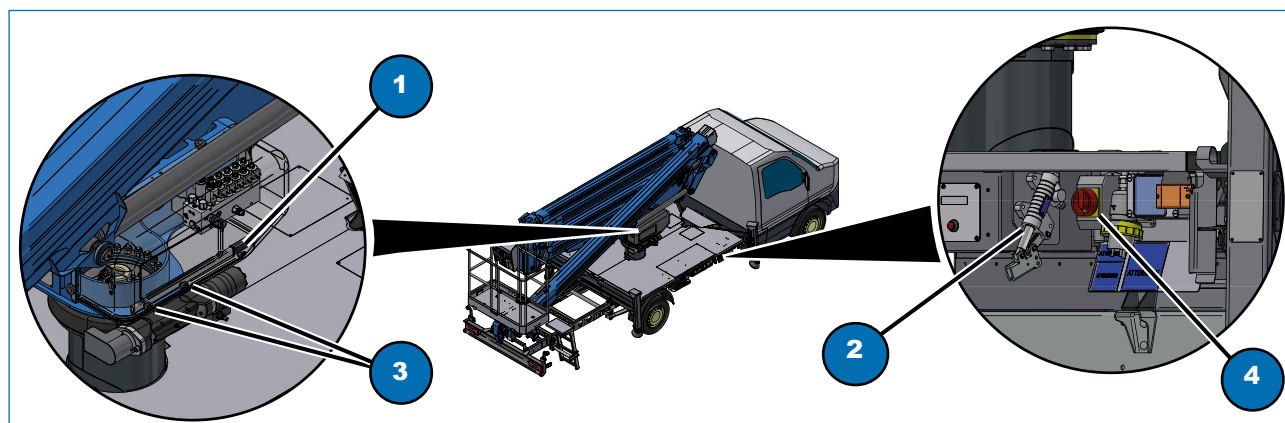

Fig. 7.3
- 2) rimuovere la leva di comando (Fig. 7.3, 1) della pompa manuale (Fig. 7.3, 2) fissata in torretta, svitando le manopole nere di bloccaggio;
- 3) Inserire la leva di comando (Fig. 7.3, 1) nella pompa manuale (Fig. 7.3, 2);
- 4) azionare la pompa manuale (Fig. 7.3, 2), mentre l'operatore dalla piattaforma di lavoro aziona il comando del movimento desiderato;
Se dovessero guastarsi parti elettriche/elettroniche è possibile recuperare l'operatore ruotando il sezionatore bloccabile (Fig 7.3, 4) verso sinistra per bypassare l'impianto elettrico. Procedere al recupero manuale descritto al capitolo 7.6.
- 2) rimuovere la leva di comando (Fig. 7.3, 1) della pompa manuale (Fig. 7.3, 2) fissata in torretta, svitando le manopole nere di bloccaggio (Fig. 7.3, 3);
- 3) inserire la leva di comando nella pompa manuale (Fig. 7.3, 2);